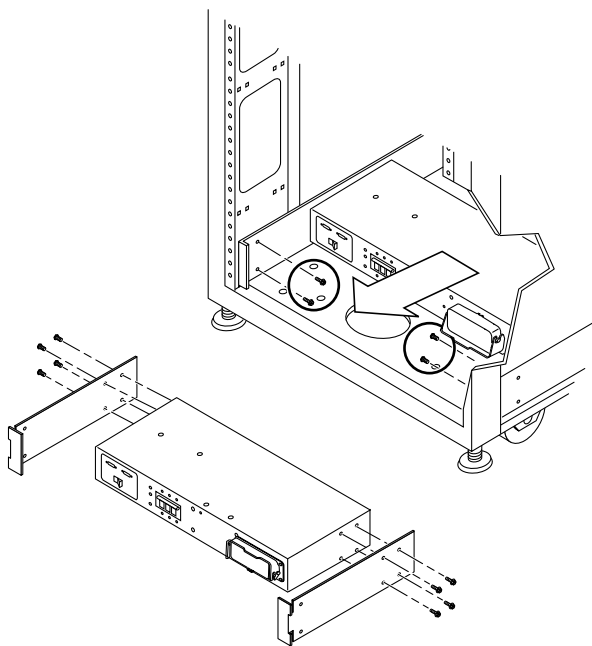

图 6-10 卸下电源序列发生器
2. **将钥匙开关适配器缆线与电源序列发生器背部配对的电源连接器断开**（图 6-10）。
3. 将电源序列发生器滑入扩充机柜（图 6-10）。